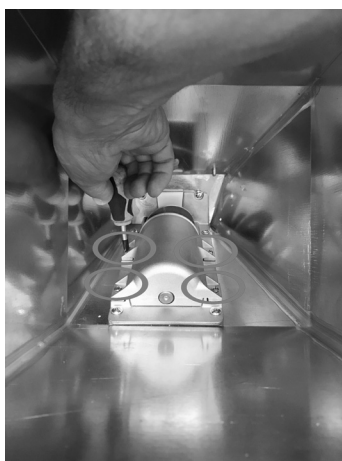

Fig. 36 - Usuwanie śrub
- Wejść przez zbiornik i wykręcić 4 śruby osłony ślimaka (patrz **Fig. 36**).